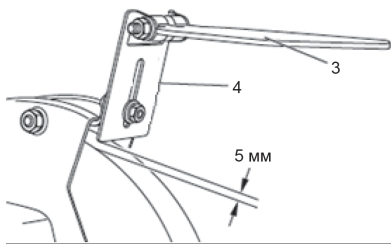

Рис. 2
3.Установите на станок искрогасители 4 (рис. 2) и защитный экран 3 (рис. 2) используя крепеж из комплекта.
4.Отрегулируйте зазор между искрогасителем и шлифовальным кругом. Он должен быть 5 мм (рис. 2)